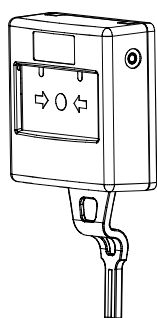

图 3
1. 用钥匙分开底座 (见图 3, 钥匙在产品包装内)。将钥匙保存在安全的地方。
1. 用钥匙分开底座 (见图 3)。